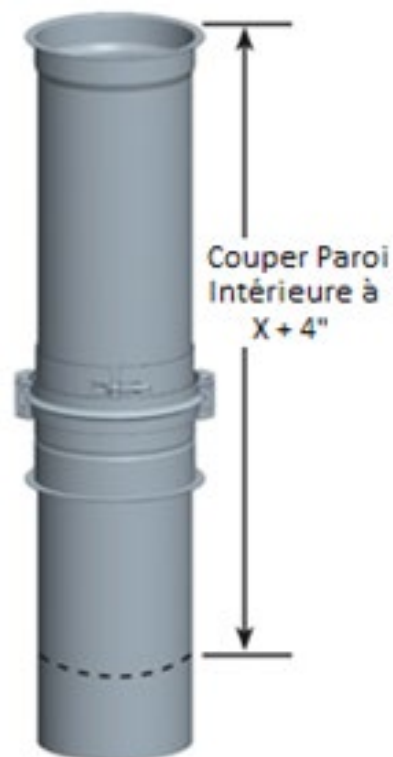

Figure 35 - Étape 2 - Coupe de la paroi intérieure coulissante
REMARQUE: Si la conduite est trop longue pour pénétrer dans la section adjacente de la gaine sans interférer avec le chemin de l'écoulement, elle doit être coupée à la longueur de bride à bride souhaitée plus un chevauchement de 4 "avec la paroi intérieure de la section de conduit d'extrémité d'entrée. (Voir les figures 35).
Étape 2 - Coupez la paroi intérieure à la dimension X trouvée à la première étape plus 4 ". Voir la figure 35.